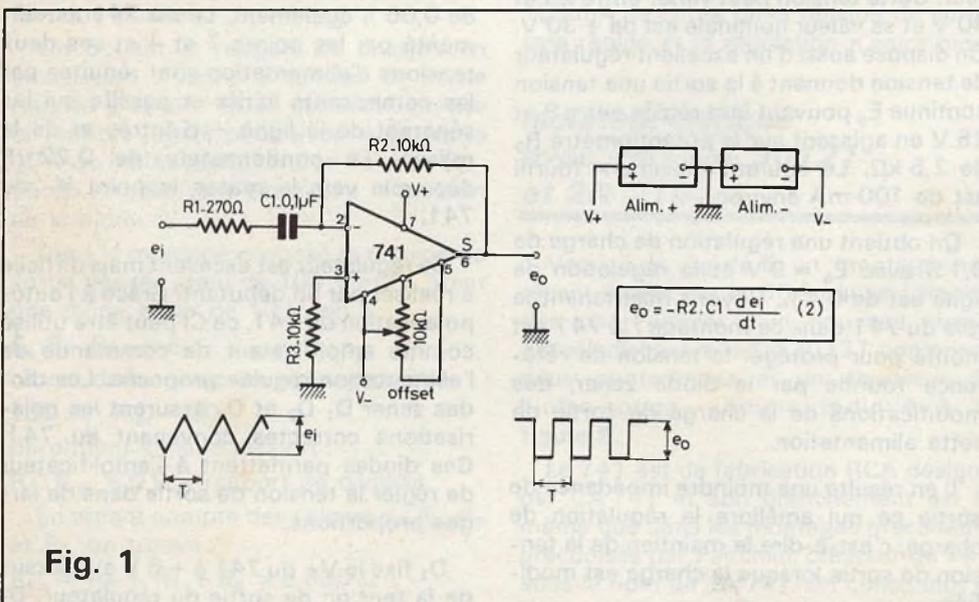

Fig. 1
Voici le montage dont le tour vient logiquement après le montage (4), le différentiateur. On donne à la **figure 1** le schéma de ce circuit et on voit immédiatement qu'il est l'opérateur inverse de l'intégrateur.
Sur le schéma de la **figure 1** on donne la formule (2) qui permet de calculer e_o lorsque l'on connaît e_i .